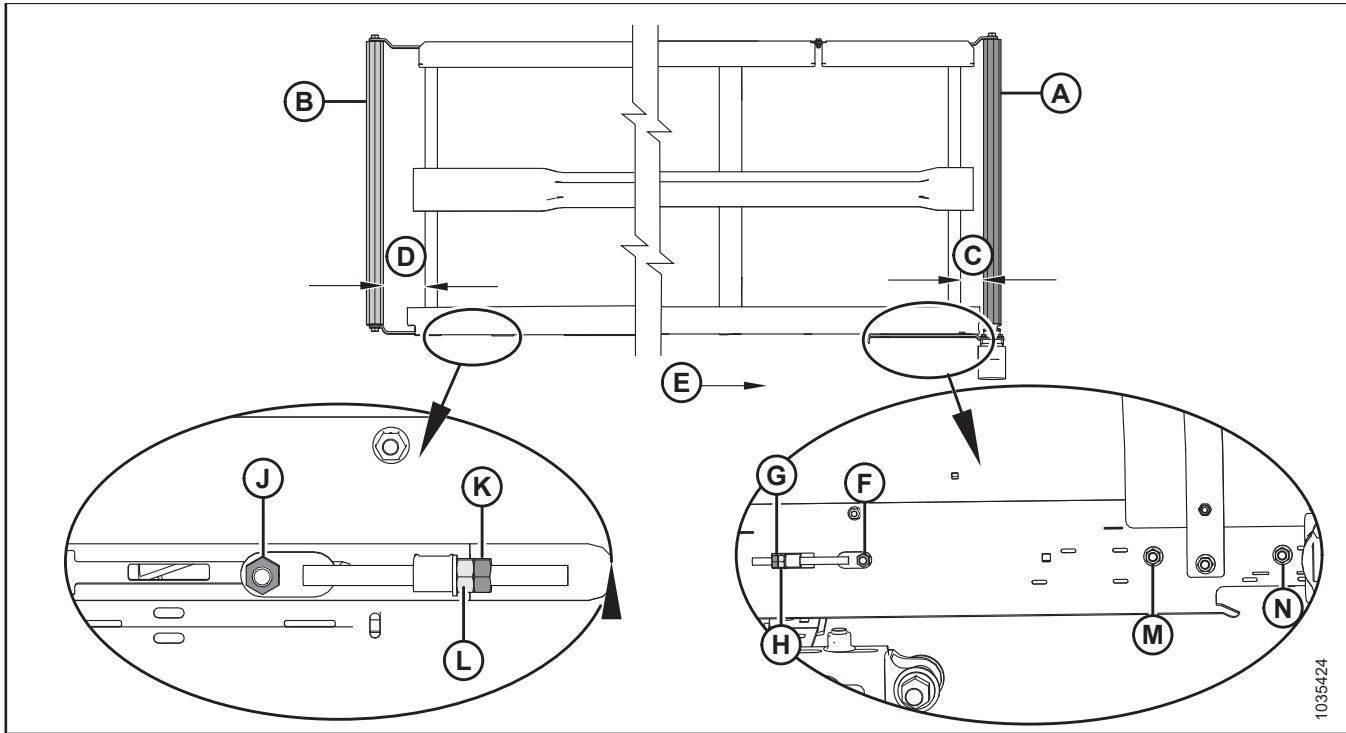

Figure 4.233: Réglage de l'alignement du tapis – Tapis gauche
2. Réglez le rouleau d'entraînement (A) pour changer C (consultez le tableau 4.2, page 730 et la figure 4.233, page 730) comme suit :
- a. Desserrer les écrous (F), (M) et (N), et le contre-écrou (G).
- b. Tournez l'écrou de réglage (H).
- c. Serrer les écrous (F), (M) et (N), et le contre-écrou (G).
3. Réglez le rouleau libre (B) pour changer D (consultez le tableau 4.2, page 730 et la figure 4.233, page 730) comme suit :
- a. Desserrez l'écrou (J) et le contre-écrou (K).
- b. Tournez l'écrou de réglage (L).